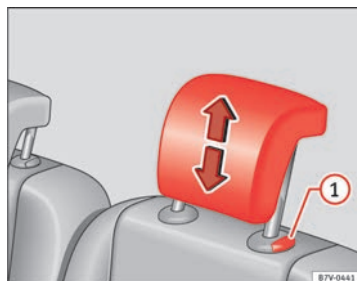

Fig. 88 Montaggio dei poggiatesta della seconda e terza fila di sedili.
- Estrarre il poggiatesta ⇒ fig. 88  mantenendo premuta la linguetta.